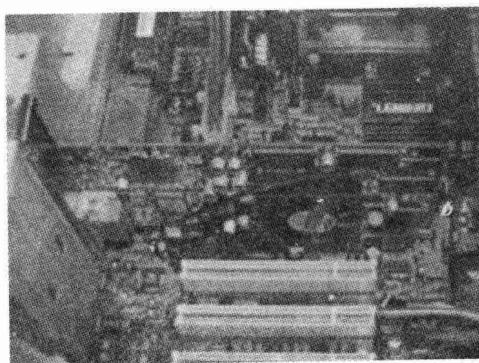

图 2-21
2. 均匀用力将显卡垂直插入 AGP 插槽，以保证显卡金手指与插槽接触良好，同时要让显卡接口端对准机箱挡片口，不要让显卡挡板下端顶在主板上，否则无法插到位。如图 2-21 所示。